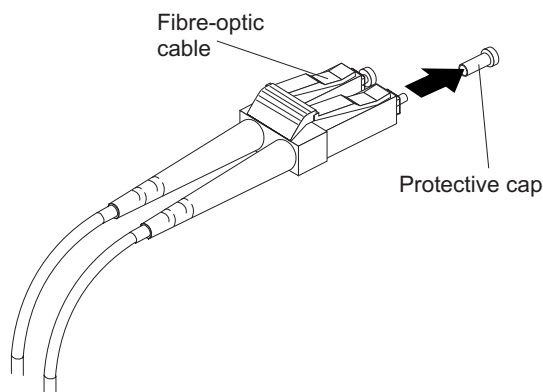

Figura 21. Removendo as Tampas Protetoras do Cabo de Fibra Ótica
3. Remova as duas tampas protetoras de uma extremidade do cabo LC-LC, conforme mostrado na Figura 21. Guarde a tampa protetora para uso futuro.